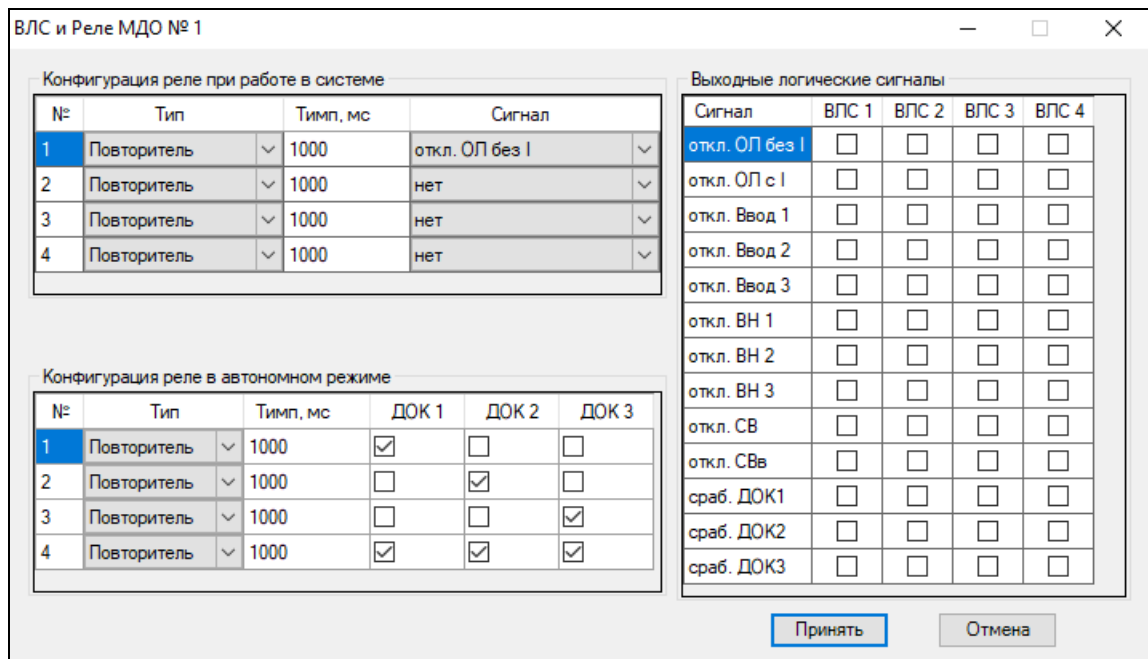

Рисунок 6.5 – Окно конфигурации выходных логических сигналов и реле МДО-1 «ВЛС и Реле МДО № ...»
- перейти в окно конфигурации «ВЛС и реле МДО № ...» для соответствующего МДО-1 (рисунок 6.5);
Окно «ВЛС и Реле МДО № ...» (рисунок 6.5) предназначено для конфигурирования сигналов ВЛС и выходных реле для автономного режима и при работе МДО-1 в системе с ТЭЗ-24.